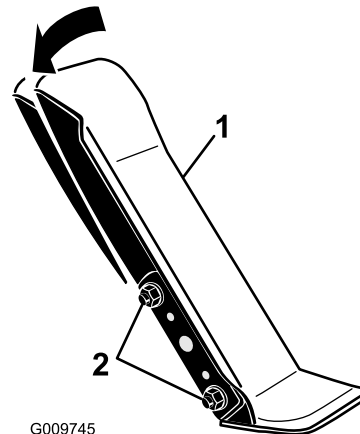

Bild 117
1. Lösen Sie die zwei Muttern und Schrauben, mit denen die linke Seite des Fahrpedals an der Halterung befestigt ist (Bild 117).
2. Drehen Sie das Pedal auf den gewünschten Winkel und ziehen Sie die Muttern fest (Bild 117).